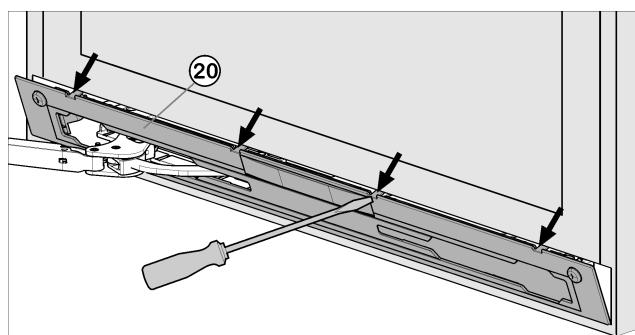

Fig. 10
- Desencage el panel Fig. 10 (20) con el destornillador para tornillos de cabeza ranurada y retírelo.